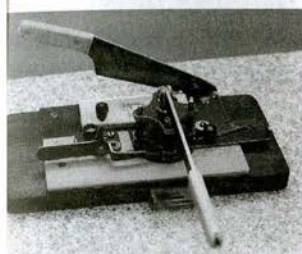

Рис. 1
4. Перфоратор для кожаных изделий (рис. 1).